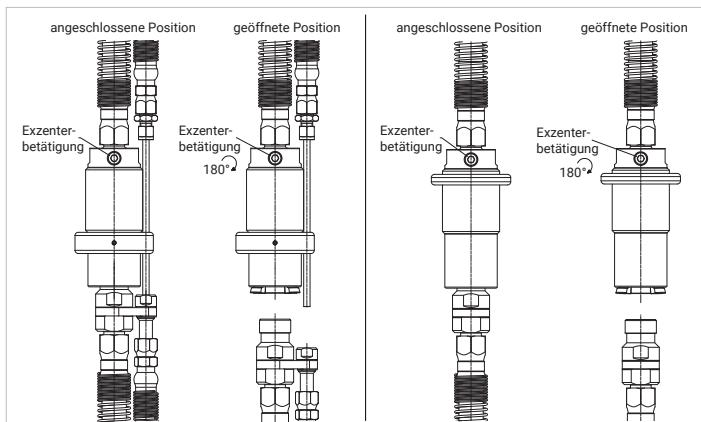

Abbildung 11
- ▶ Drehen Sie die Exzenterbetätigung (Pos. 2) mit einem Sechskant-Winkelschraubendreher SW6 um 180° (Abbildung 11) → die Spannzangen öffnen